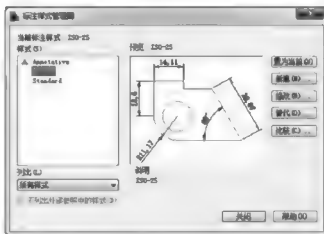

图 5-84
**步骤 1：**在命令行窗口中输入 `dimstyle` (标注样式) 命令按 Enter 键 (或执行 `下拉菜单(下拉菜单) → 标注样式(D)...` 命令，或在工具栏中单击 (标注样式) 按钮 )，弹出【标注样式管理器】对话框，如图 5-84 所示。